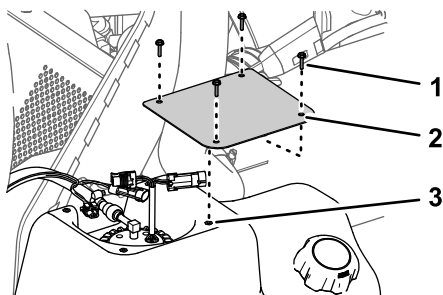

図 114
2. 燃料タンク部分で、カバーを燃料タンクに固定しているねじ#10 x ¾" 4本を外して、カバーを取り外す 図 114。